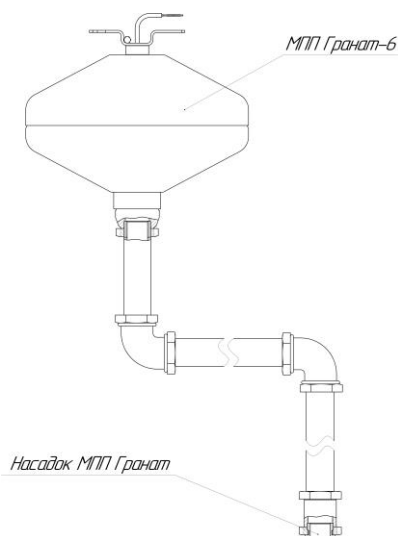

Рисунок 7 – Пример монтажной схемы направляющего трубопровода.
6.10 Монтаж направляющего трубопровода – в соответствии с проектной документацией для защищаемого объекта (рис.7). Допускается использование жесткого и/или гибкого трубопровода Ду = 20 мм. Присоединительные резьбы модуля и насадки G 1.